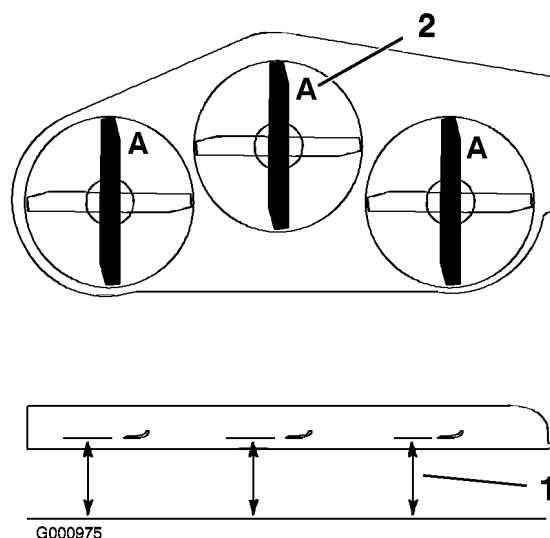

Figura 82
3. Gire las cuchillas hasta que los extremos estén orientados hacia adelante y hacia atrás (Figura 82). Mida desde una superficie nivelada hasta el filo de corte, posición **A**, de las cuchillas (Figura 82). Anote esta dimensión.